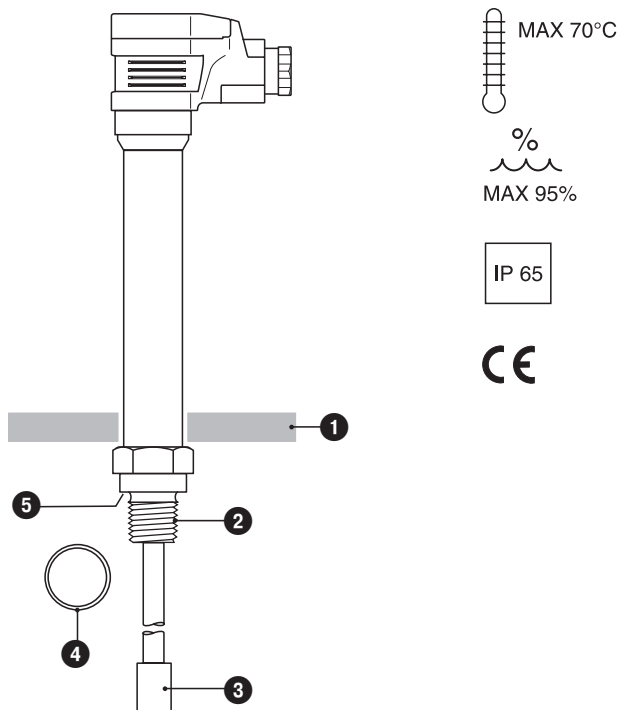
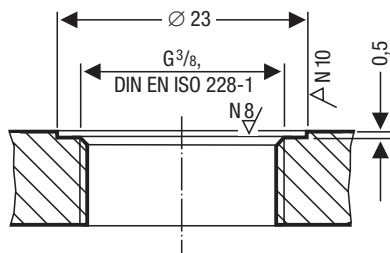

Fig. 4
Fig. 5
1. Dichtflächen prüfen. **Fig. 4, Fig. 5**
2. Beiliegenden Dichtring ④ auf den Dichtsitz ⑤ der Elektrode legen. **Fig. 4**
3. Elektrodengewinde ② mit einer geringen Menge Siliconfett bestreichen (z.B. Molykote® 111).
- Die Dichtflächen vom Behältergewindestutzen oder Flanschdeckel müssen gemäß **Fig. 5** technisch einwandfrei bearbeitet sein!
- Elektrodengehäuse nicht in die Wärmeisolierung des Kessels einbeziehen! **Fig. 3, Fig. 4**